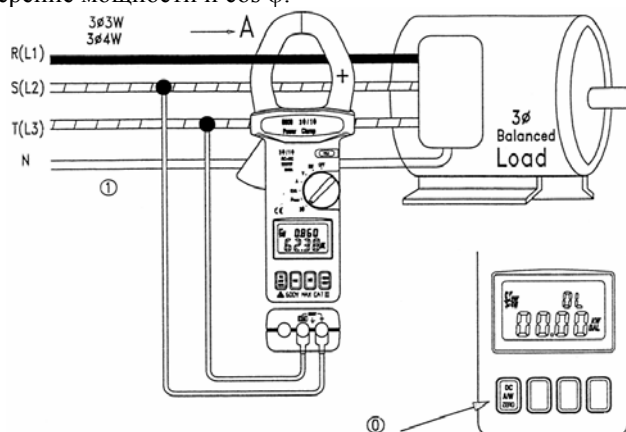

Рис. 6
- б) Установите поворотный переключатель в положение 3ф (см. рис. 6).
- м) Для получения показания дисплея напряжения (V) и тока (A) еще раз нажмите кнопку «NEXT».